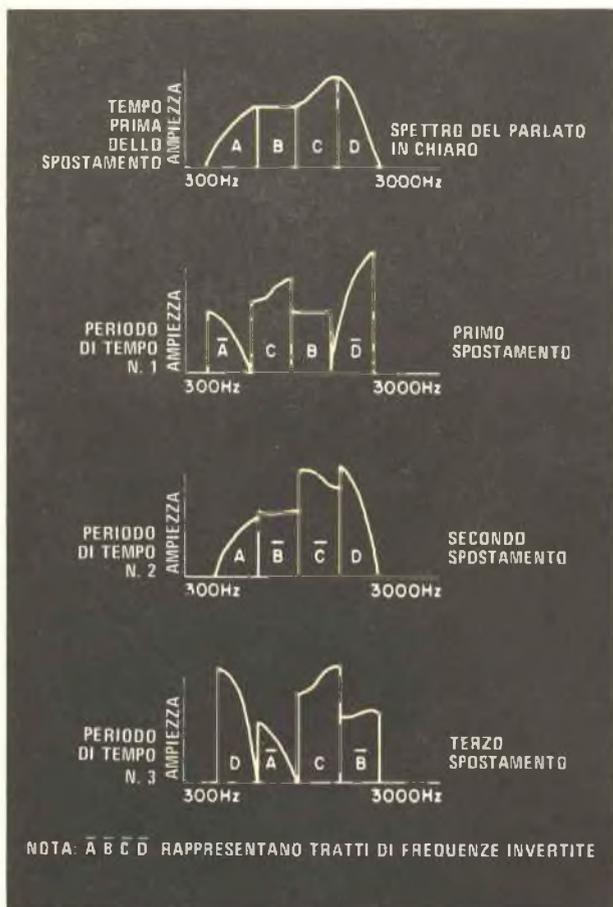

Fig. 4 - I suddivisori di banda combinati suddividono e spostano le frequenze del parlato per garantire una sicurezza maggiore che i sistemi semplici.
**Suddivisori di banda combinati** - Le tecniche di combinazione offrono al sistema base di suddivisione di banda una sicurezza in piú. Non solo le frequenze del parlato possono essere suddivise e trasportate, ma alcune possono anche essere invertite. Come è illustrato nella fig. 4, può anche essere variato l'ordine in cui le gamme vengono ricombinate. Alcuni fabbricanti denominano ciò "codice rotolante" a suddivisione di banda e riadattano parecchie volte l'ordine delle bande di frequenza. Usando parecchie bande si rende questo sistema piú difficile da decodificare e, cambiando la sequenza un maggior numero di volte al secondo, si rende il sistema piú sicuro.